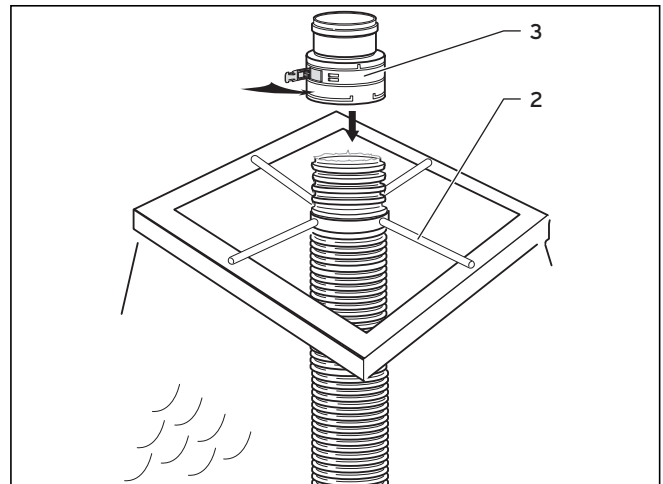

Abb. 4.60 Verbindungsstück mit flexibler Abgasleitung
- Montieren Sie die Dichtung in der obersten unbeschädigten Rille der Abgasleitung (→ **Abb. 4.60**).
- Schieben Sie das Verbindungsstück mit Muffe (3) bis zum Anschlag auf die Abgasleitung und befestigen Sie es mit den Klickverschlüssen (→ **Abb. 4.60 und 4.61**). Die Abgasleitung hängt im Montagekreuz.